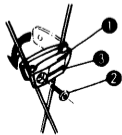

Fig. 7
- ① Aimant
- ② Vis
- ③ Trait de repère
- ④ Palpeur
- ⑤ Patte du palpeur
- ⑥ Vis
- ⑦ Garniture en caoutchouc
- ⑧ Trait de repère
(1) Fixez l'aimant sur les rayons droits de la roue avant (figure 7).